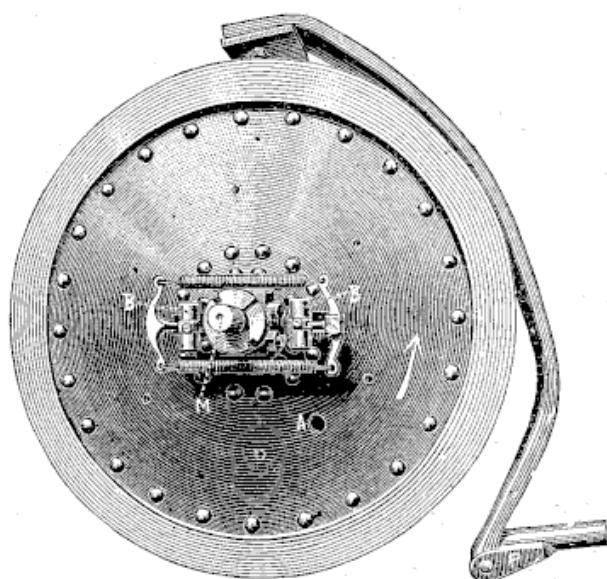

Fig. 146
Le moteur Bollée est modéré, comme la plupart des moteurs, par un régulateur à deux masses. Ces deux petites pièces BB (fig. 146) sont renfermées dans la boîte ronde nickelée que l'on voit au centre du volant (1) et
derrière lui. Ces branches de levier peuvent s'éloigner du centre avec les masses qu'elles portent; la figure 146 laisse voir à droite près de B l'entaille noire dans laquelle peut se mouvoir la branche en s'éloignant du centre.
(1) Les encoches que l'on voit à l'extrémité de l'arbre (fig. 146) servent, quant aux deux petites carrées qui sont diamétralement opposées, au démontage du volant; la troisième, en forme de V, à la prise de la manivelle détachable de mise en marche.